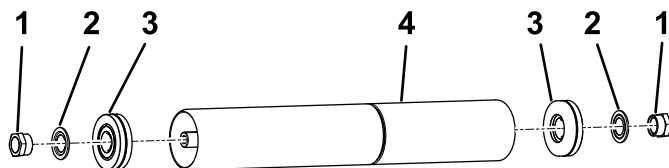

Bild 11
- 8. Setzen Sie die Lagergehäusebaugruppe (mit einem O-Ring und einem Lager) in das äußere Ende des Walzenrohrs ein (Bild 11).